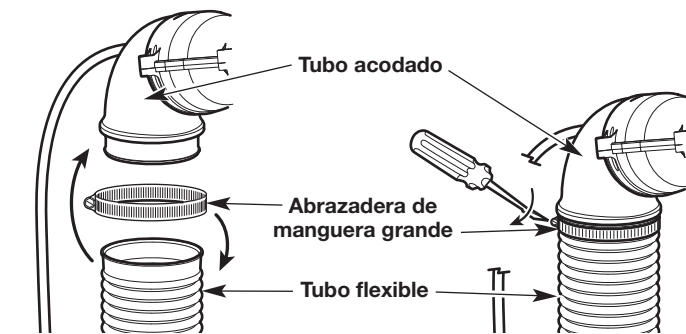

Fig. 1
2. Coloque la abrazadera de manguera grande alrededor del extremo grande del tubo flexible (Fig. 1).
3. Pase el tubo flexible y la abrazadera de la manguera por encima del tubo acodado (Fig. 1).
4. Apriete el tornillo situado en la abrazadera de la manguera con un destornillador plano (Fig. 1).